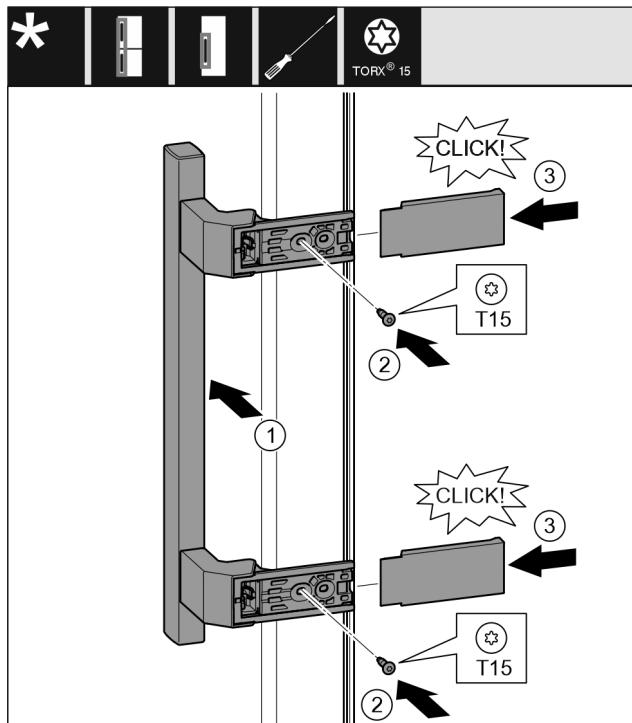

Fig. 22
- ▶ 将把手放到反面。Fig. 22 (1)
- ▶ 用 T15 螺丝刀拧紧螺钉。Fig. 22 (2)
- ▶ 将盖板放置到侧面并插入。Fig. 22 (3)